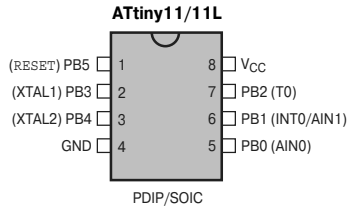

Рис. 1.2. Расположение выводов (вид сверху) моделей ATtiny11/11L
- ATtiny11, ATtiny11L (**Рис. 1.2**) имеют FLASH-память программ объемом 1 Кбайт. Максимальное количество контактов ввода/вывода равно 6 (вывод 1 может использоваться только как входной);